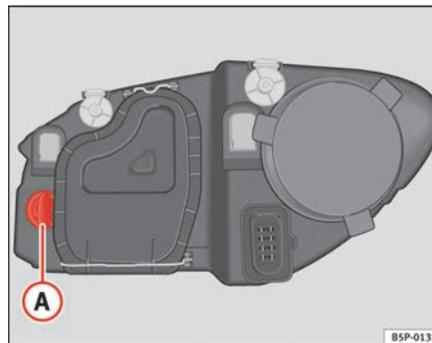

Fig. 163 Lampe du feu clignotant
- Tournez le porte-lampes ⇒ fig. 163 **A** vers la gauche puis tirez.